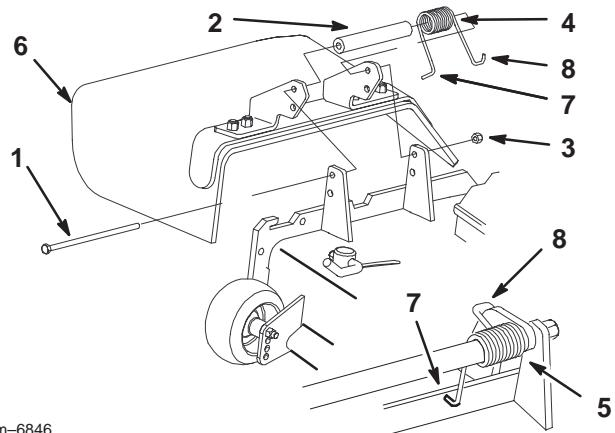

Figure 78
- 3.** Remettez le boulon et l'écrou. Accrochez l'extrémité crochue en **J** du ressort au déflecteur d'herbe (Fig. 78).
1. Retirez le contre-écrou, le boulon, le ressort et l'entretoise qui fixent le déflecteur aux supports de pivot (Fig. 78). Enlevez le déflecteur s'il est endommagé ou usé.
Remarque : Prenez soin de placer l'extrémité en **L** du ressort derrière le bord du plateau avant de mettre le boulon en place, comme indiqué à la Figure 78.